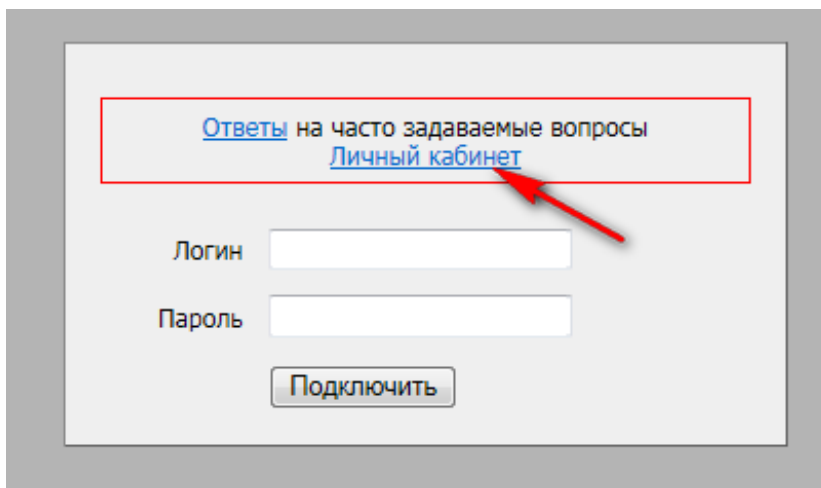

Рисунок 54. Ссылка на личный кабинет
2. Перейдите в личный кабинет (рисунок 54).